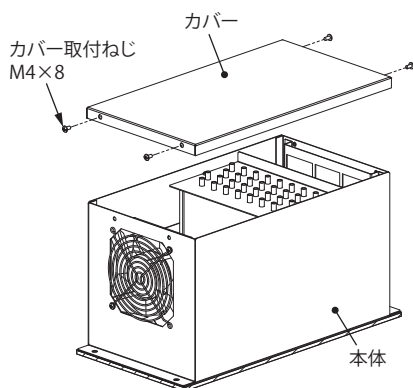

図2
1. カバー取付ねじ M4×8 を外し、カバーを取り外してください。(図 2)
1. カバー取付ねじ M4×8 (4 か所) を外し、カバーを取り外してください。(図 2)